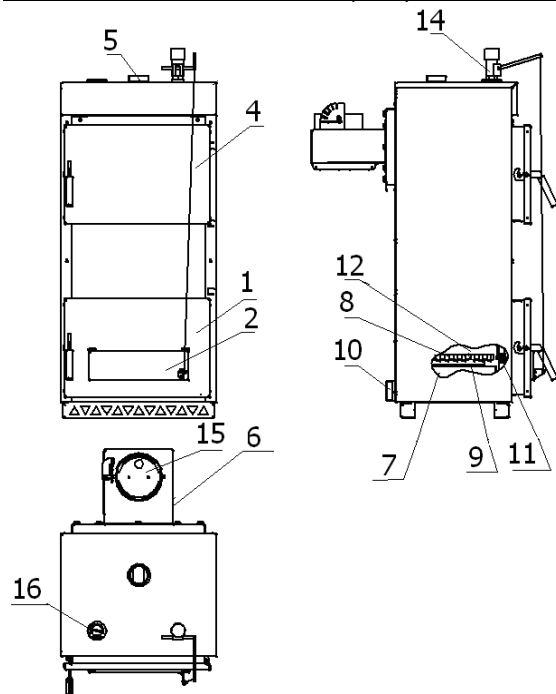
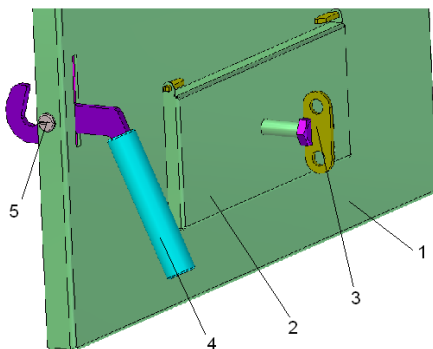
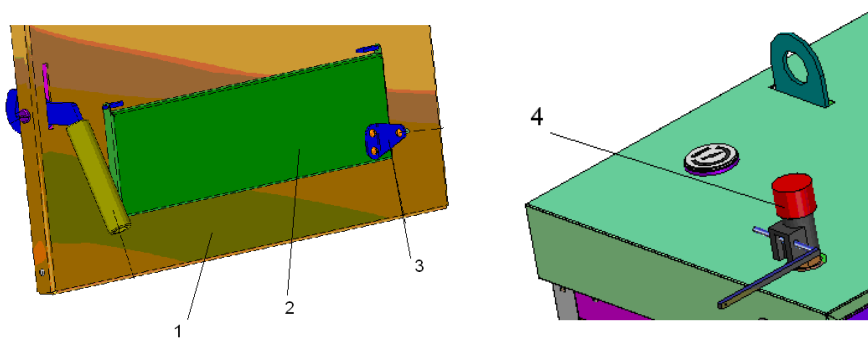
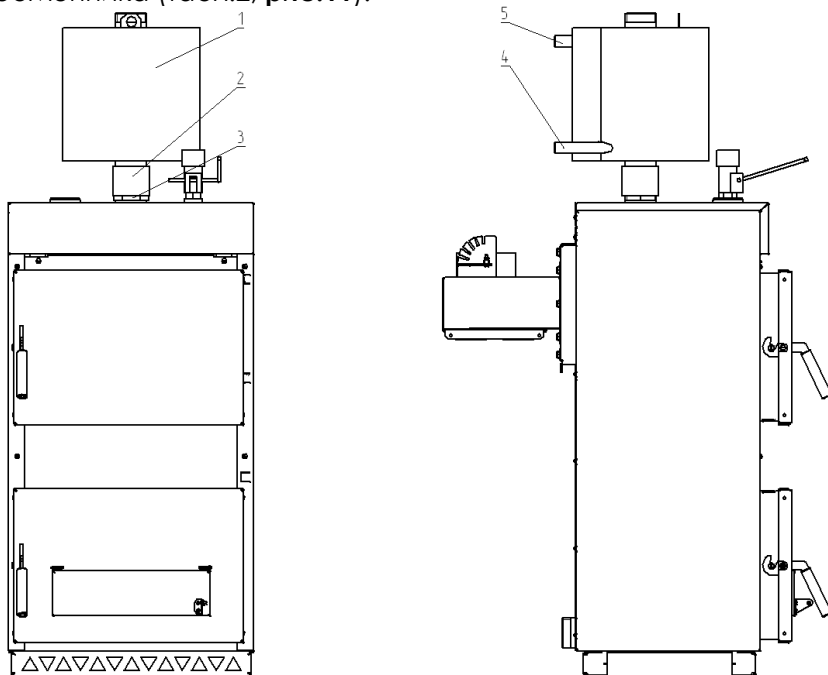

Рис.1 Котлы КС-Т-16...; КС-Т-12...
Рис.8 Дверца шурупочная
Рис.9 Крепление кронштейна 3 для регулятора тяги 4
Рис.11 Котлы КС-ТВ-..., КС-ТВ-...р, КС-ТГВ..., КС-ТГВ... с теплообменником
5.2.2 Котлы КС-Т-... (рис.1,2) состоят из топки 12 с жаровыми трубами. Вокруг топки имеется водяная рубашка 7. Через трубы, соединяющие водяную рубашку, циркулирует вода, что увеличивает площадь теплосъема. Температура воды в котле контролируется термометром 16. Нагретая вода в результате образовавшихся в котле конвекционных потоков выходит в систему отопления через верхний патрубок 5. Обратная вода из системы отопления поступает в котел через нижний патрубок 10. В нижней части топки устанавливаются колосники 8, образующие полотно колосниковой решетки при работе котла на твердом топливе. На фронтальной поверхности котла крепятся загрузочная 4 и шуровочная 1 дверцы, через которые производятся загрузка топлива, чистка колосниковой решетки, а также чистка поверхности топки. Для улучшения работы топки на верхней крышке котла установлен регулятор тяги 14 (по дополнительному заказу табл.2), который соединён с крышкой 2 шуровочной дверцы 1. На дне под колосниками 8 стоит ящик 9 для сбора прогоревшего топлива (золы).
Для работы на природном газе или на пеллетах, а также для горячего водоснабжения, котёл необходимо переоборудовать в соответствии с данным руководством и упаковочными ведомостями комплектов (табл.2; **рис.1 - 35**).
5.3.3 На дверцы (**рис.1, 2**) установить ручки 4(**рис.8**), закрепив их осями 5.
На крышку 2 (**рис.8**) шурупочной дверцы 1 установить винт 3. С его помощью можно регулировать тягу зазором до 20 мм.
5.3.4 Для котлов с комплектом регулятора тяги на крышку 2 (**рис.9**) дверцы шурупочной 1 установить кронштейн 3, закрепив его винтами М4 и гайками М4.
На верхней крышке котла (**рис.1,2**) снять заглушку (3/4") и на это место установить регулятор тяги 4. Соединить его цепь винтом М4х10 и гайкой М4 с кронштейном 3 на крышке 2 шурупочной дверцы 1 (**рис.9**).
На крыше котла на верхний патрубок 5 (рис.1,2) монтируется комплект теплообменника (табл.2; рис.11).
7.1 Регулятор тяги 14 (рис.1,2) и его цепь демонтировать.
Демонтировать шуровочную дверцу 1 (рис.1, 2).
7.2 В верхней части топки вплотную к передней стенке котла через загрузочную дверцу 4 (рис.1,2) устанавливается топочный лист на прутки, приваренные к стенкам топки.
Перед креплением дымохода в трубы топки с задней стороны котла вставляются турбулизаторы 7 (табл.2 и рис.1,2,14). Если дымоход установлен, его надо демонтировать для установки турбулизаторов, а затем вернуть на место.